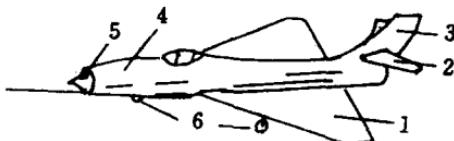
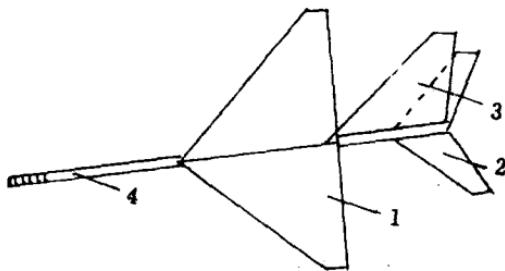
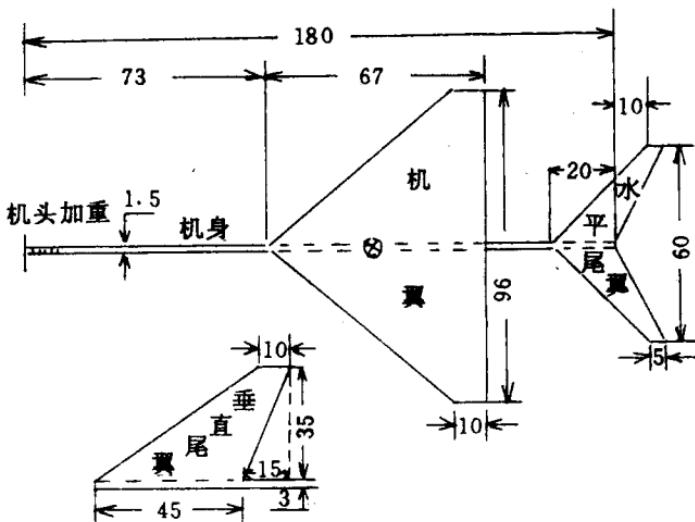

图 1-1-2 歼击机的主要组成部分
图 1-1-3 手掷模型歼击机组成部分
图 1-1-4 红星 1 号手掷模型歼击机工作图
这是一种最简易的手掷模型滑翔机,它是模仿国产歼-7型飞机设计的。歼-7型飞机主要由机翼、尾翼、机身、动力装置和起落装置组成的,见图 1-1-2。从外形看,在机身两侧装有机炮,机翼下有挂架,可挂空对空导弹、火箭弹或炸弹,在机身下挂有副油箱。而手掷模型歼击机构造较简单,只由机翼、水平尾翼、垂直尾翼、机身四部分组成,见图 1-1-3。歼击机的特点是机体小,速度快,机动性能好,是空中对敌作战的“能手”。它可以搜索、歼灭敌机,掩护轰炸机、运输机和地面部队执行战斗任务,消灭敌人掌握制空权。我国已经能够自己设计制造歼击机。1956 年 9 月 27 日将首批生产的歼-5 型飞机装备了空军部队。以后,陆续生产了歼-6 型、歼-7 型、歼-8 型和歼侦-6 型飞机,并用这些飞机不断地充实了我国空军部队的装备,增强了国防力量,保卫了祖国的领空。希望同学们从小立志学习航空知识,将来能设计、制造出多种多样的歼击机,为祖
在准备好所需的工具和材料之后,还有一件非常重要的事情是,要学会看图、用图。因为每一架模型飞机都是根据图纸做出来的。所以,你必须把图纸的尺寸和结构弄清楚再动手制作。我们红星 1 号手掷模型歼击机工作图,图 1-1-4 标明的是模型的实际尺寸(单位:毫米)。
c. 组装方法：按图 1-1-3、图 1-1-4 所示位置将各种部件
A、检查模型飞机重心(模型重力的作用点)的位置。因为模型飞机重心位置是否准确,是影响飞行性能的重要因素,所以在放飞之前,首先要进行认真检查和调整。我们制作的这架手掷模型歼击机的重心约在翼根翼弦(翼型前缘到后缘的直线距离)的 $1/2$ 处,见图 1-1-4。检查、调整的方法是,用铅笔尖顶住重心处,使模型飞机平稳地停放在铅笔尖上。这时,重心